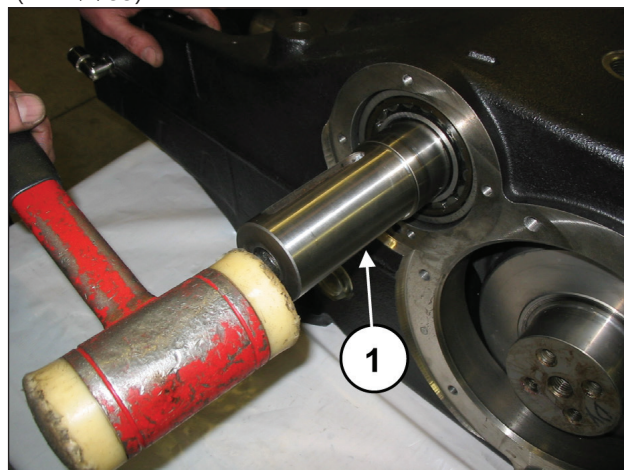
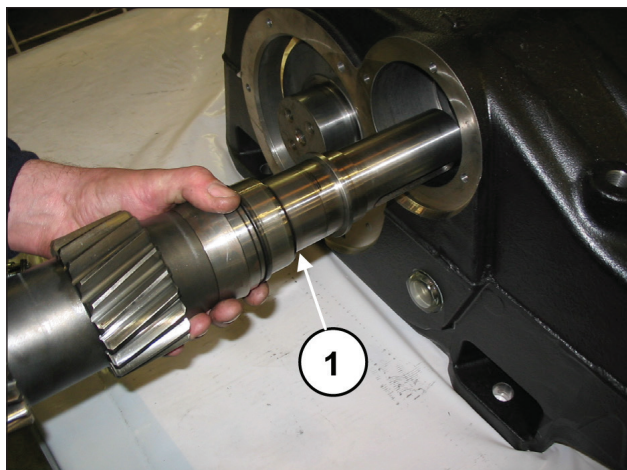

图 32
图 33
将三个连杆尽量后退 (使其与曲轴接触)。通过使用锤子 (①·图 32) 从两侧之一抽出动力输出轴 (①·图 33)。